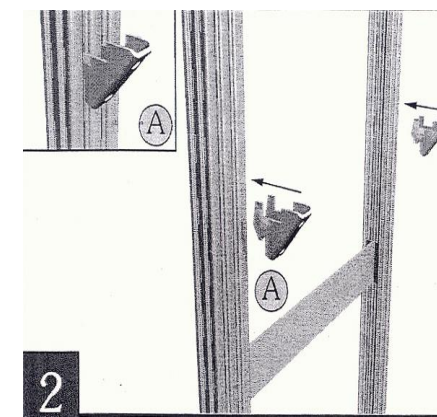

Рис.2 Установка кронштейнов для полок
2. Определитесь с уровнем расположения полок, установите на всех спаренных стойках на одном уровне кронштейны для полок **(рис.2)**